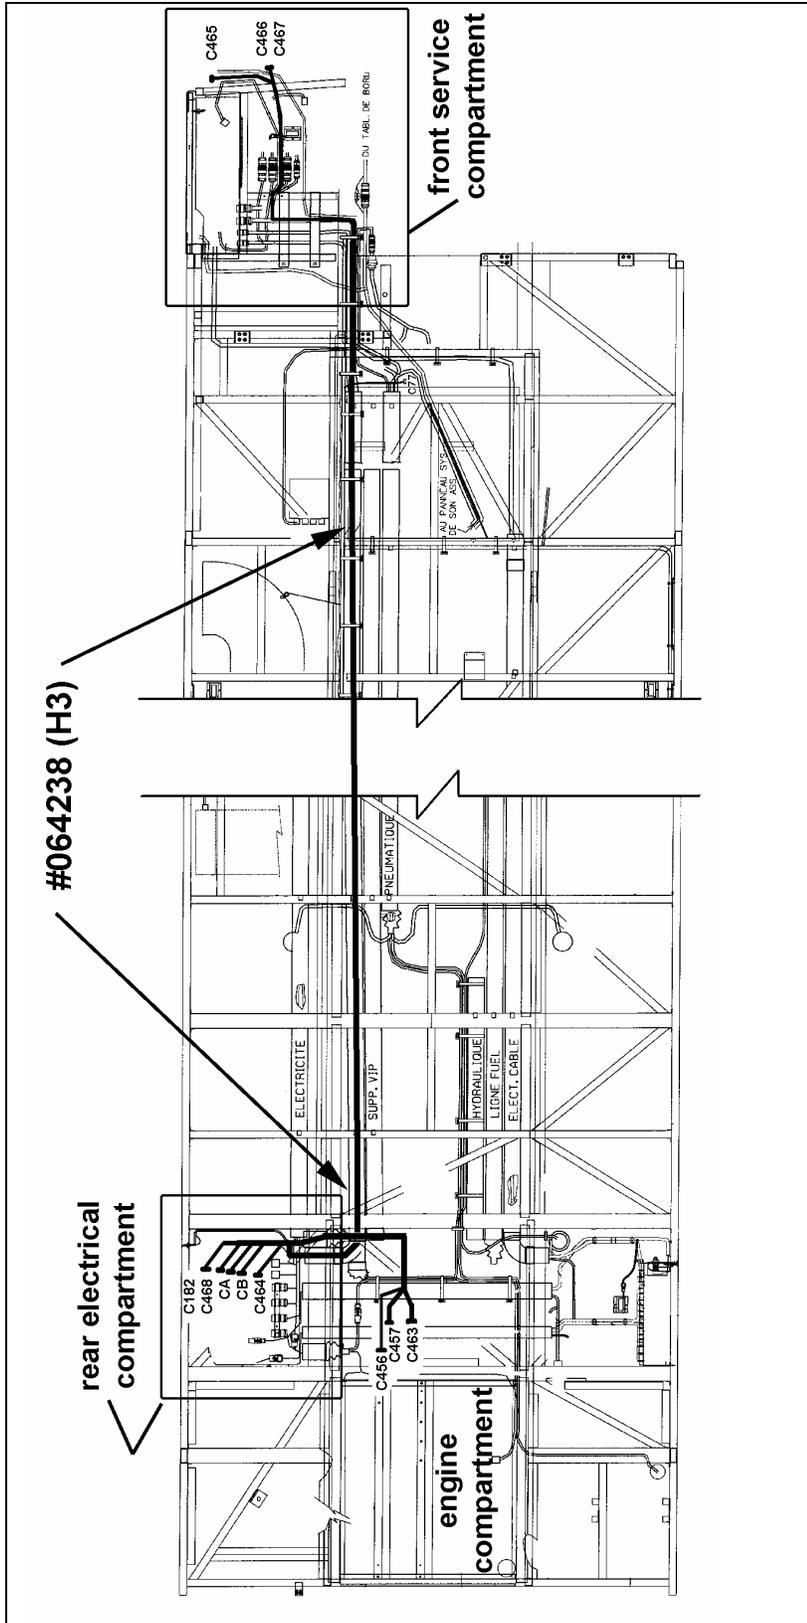

FIGURE 5 : Cheminement du câblage #064238 (H3)
6. **SÉRIE H3 SEULEMENT.** Dans le compartiment électrique arrière, brancher les connecteurs Ca et CB à l'ECU (Electronic Control Unit). Brancher le connecteur C468 au VIM (Vehicle Interface Module). Brancher le connecteur C182 au VIW (Vehicle Interface Wiring). Le connecteur C464 sert pour la connexion de l'outil de diagnostics "Pro-Link". Fixez-le en place à l'aide d'attaches de nylon (figure 5).
7. **SÉRIE H3 SEULEMENT.** Dans le compartiment de service avant, brancher le connecteur C465 au connecteur du sélecteur de vitesse de la transmission sous le tableau de commande latéral gauche. Brancher le connecteur C466 au module de résistance du ralentisseur de la transmission et le connecteur C467 au module de résistance du levier du ralentisseur de la transmission (figure 5).